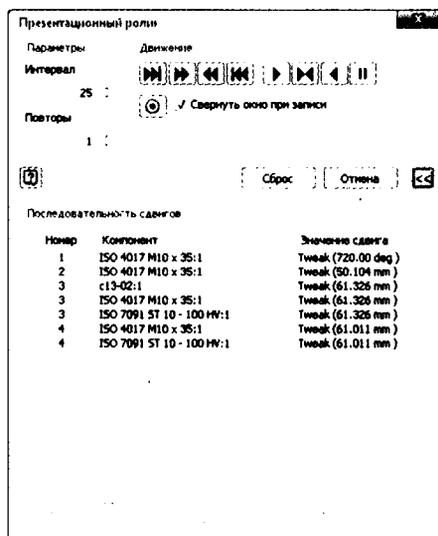

Рис. 13.3. Очередь создает анимацию
5. Раскройте диалоговое окно, чтобы увидеть очередь анимации, показанной на рис. 13.3.